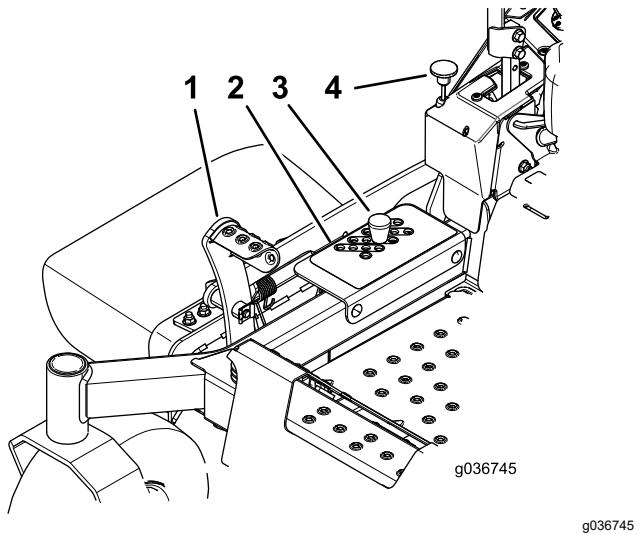

Figure 34
- Appuyez sur la pédale de levage du tablier avec le pied et élévez le tablier à la position de TRANSPORT (qui est aussi la position de hauteur de coupe de 127 mm [5 po]), comme montré à la Figure 34.
- Retirez l'axe du support de hauteur de coupe (Figure 34).
- Placez la goupille dans le trou du support correspondant à la hauteur de coupe voulue (Figure 34).